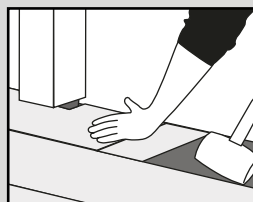

Fig. 7
8. Bajo los marcos de las puertas: si no puede levantar el tablón/baldosa, utilice un taco protector adaptado (un recorte de material) y la maza para golpear cuidadosamente hasta que encajen los tablones/baldosas y queden planos en el suelo (fig. 7).